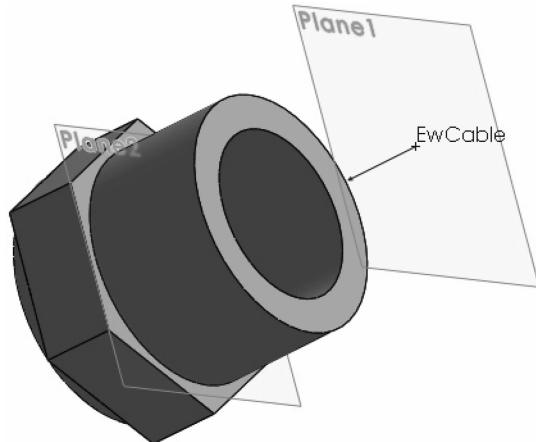

图 15-5 反向
**步骤5 反向** 右击EwCable连接点，选择**编辑特征**。在命令栏单击**反向**，单击**确定**，如图15-5所示。**关闭**零件，如果提示保存更改，则单击**确定**，返回到装配体。